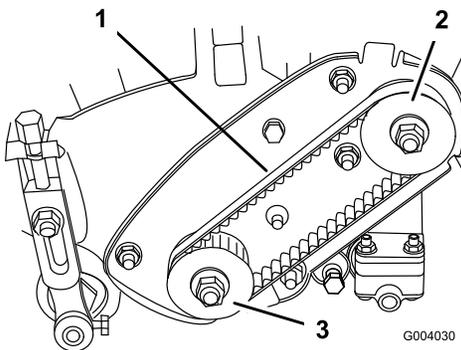

図 38
2. プーリ間の中央でベルト (図 38) を指で押して点検する。押す力は 1.8 ± 0.5 kg程度。4.8~7.9 mm 程度のたわみが出るのが適正である。たわみの量が適正でない場合は以下の手順へ進む。